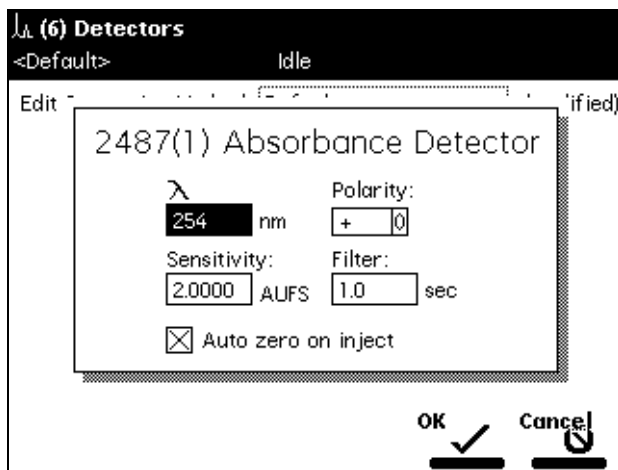
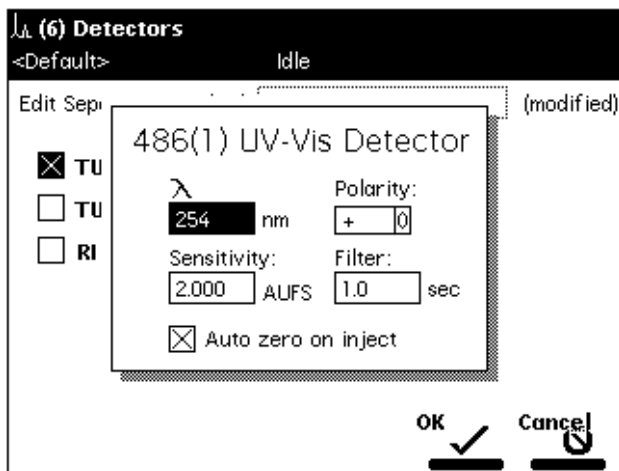

图 6-12 2487(1) UV/Vis 检测器屏幕
图 6-13 486(1) UV/Vis 检测器屏幕
1. 按 **Abs (1) (吸光度 (1))** 或 **Abs (2) (吸光度 (2))** 屏幕键以显示相应的吸光度检测器屏幕。图 6-12 显示 Waters 2487 检测器的屏幕；图 6-13 显示 Waters 486 检测器的屏幕。